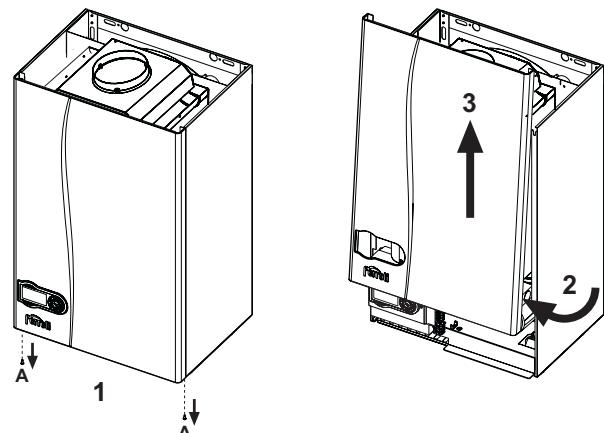

рис. 21 - Снятие кожуха
1. Отвинтите винты "A" (см. рис. 21).
2. Поверните кожух (см. рис. 21).